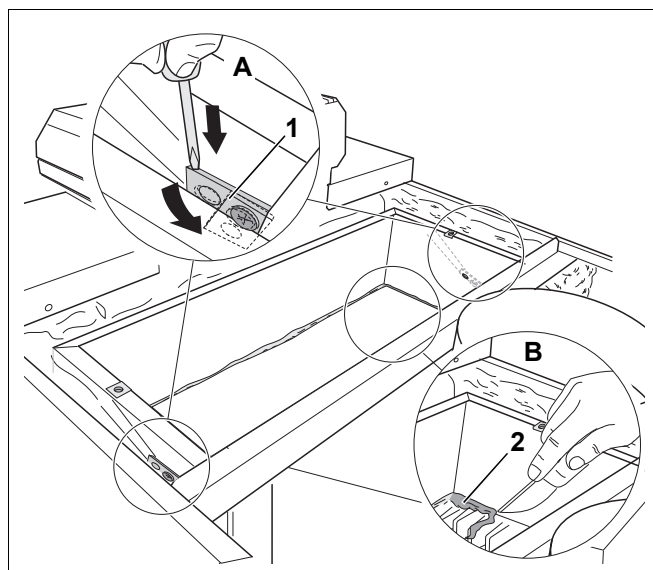

Рис. 5 Подготовка прерывателя тяги (здесь у G334)
- Поверните в сторону накладку прерывателя тяги (рис. 5, [1]), как показано на рис. 5, **выноска А**, чтобы открыть отверстия в прерывателе.
- Удалите герметик (рис. 5, [2]) справа и слева в области хода заслонки (рис. 5, **выноска В**).